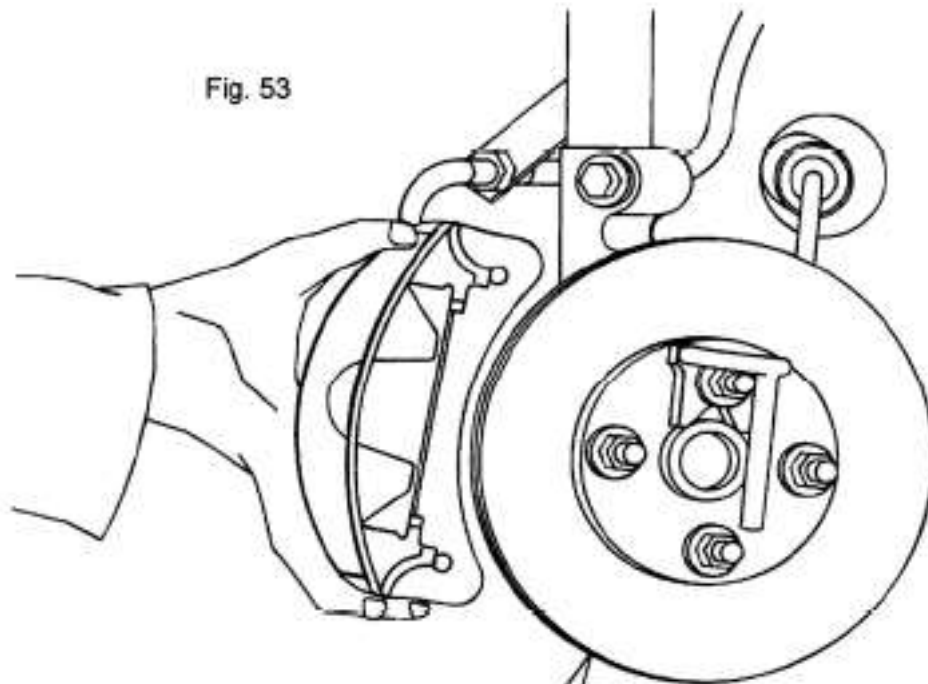

Fig. 54
- 6 — Снимите резиновую заглушку с тормозного диска — рисунок 54.